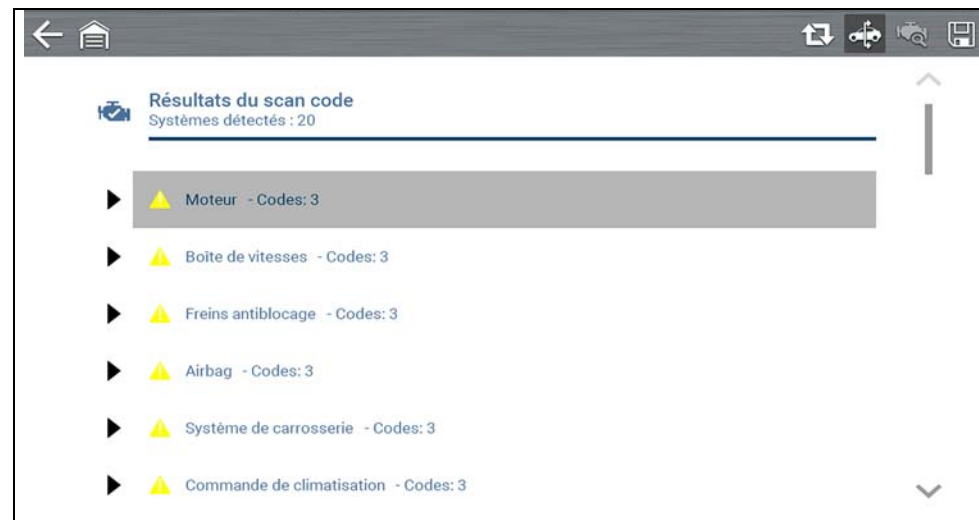

Figure 5-4
**Code Scan** effectue une analyse active des modules de commande du véhicule, puis affiche les résultats (*Figure 5-4*).